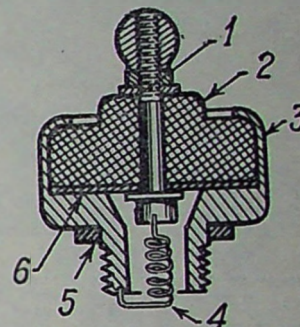

Рис. 4. 1 — центральный электрод; 2 — изолятор; 3 — корпус свечи; 4 — спираль; 5 — уплотняющая шайба; 6 — прокладка для герметизации свечи.
2. Калильную свечу к любому двигателю (подобрав лишь размеры, соответствующие размерам цилиндра конкретного двигателя) можно сделать по способу, предложенному уже давно А. Филиппычевым. Эта свеча описана в его книге «Поршневые моторы для летающих моделей» (Оборонгиз). Устроена она так. В корпус свечи (рис. 4) вставлен изолятор (Филиппычев его вытачивает из шифера), через который проходит центральный электрод. С внешней стороны он, как обычно, имеет гайки, которыми контролируется электрод, а внутри свечи к нему прикреплен один конец небольшой спирали из тонкой (0,15–0,20) нихромовой проволоки. Второй конец спирали присоединяется к корпусу свечи (запрессовывается в небольшое отверстие). По свидетельству авиамodelистов, калильная